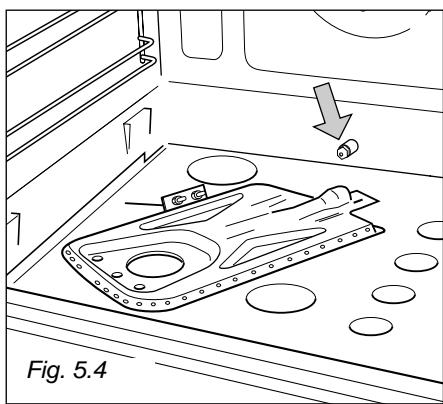

Fig. 5.4
- Usando uma chave de parafusos com uma ponta de 7 mm, desaparafuse o injector (indicado pela seta da fig. 5.4) e substitue-o por um novo injector seleccionado de acordo com o "Quadro de injectores", substitua depois o queimador repetindo os passos atrás descritos pela ordem inversa.